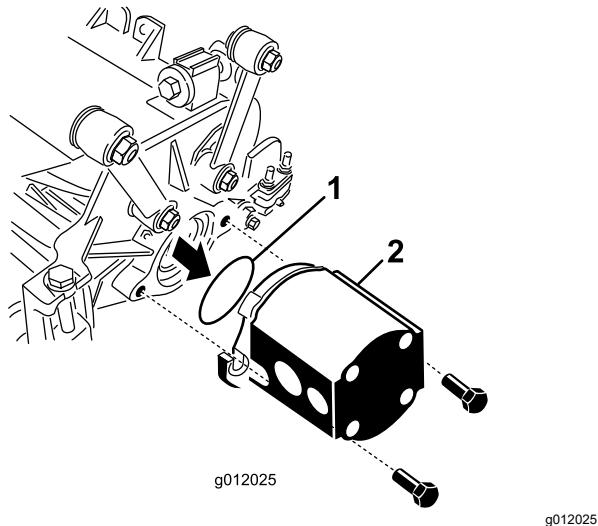

Рисунок 23
5. Установите уплотнительное кольцо (поставляемое в комплекте с режущим блоком) на фланец приводного двигателя (Рисунок 23).
колпачковыми винтами, входящими в комплект режущего блока (Рисунок 23).